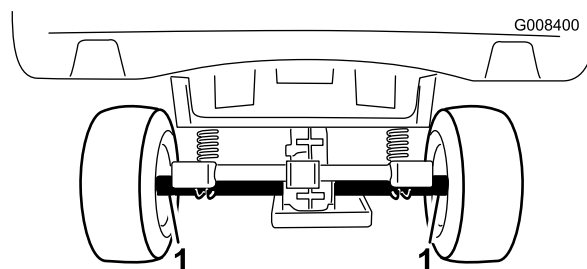
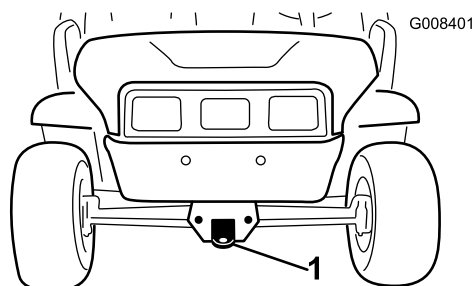

Figura 15
Figura 16
Em distâncias longas, transporte o veículo num atrelado. Verifique se o veículo se encontra bem preso ao atrelado. Consulte Figura 15 e Figura 16 para localizar os pontos de fixação do veículo.
2. Ate um cabo de reboque ao garfo, na parte dianteira do chassi (Figura 16).